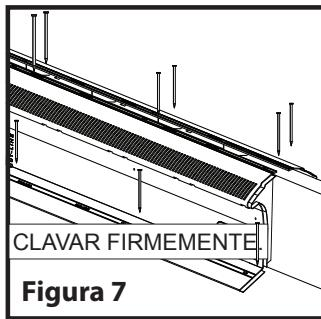
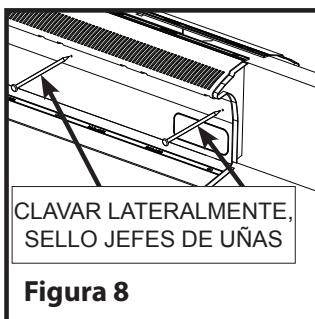

Figura 7
Figura 8
4. La salida de ventilación TRV-4 tiene pestanas de alineación en cada extremo (hembra y macho). (véase la Figura 7) Dejar una separación de $\frac{1}{8}$ " entre salidas de ventilación para dar lugar a la dilatación en días muy calurosos. (véase la Figura 8) Aplicar sellante a cada unión a tope. Para facilitar la instalación y la alineación, es recomendable comenzar y terminar un lado de la cumbre y luego comenzar desde el otro lado en sentido contrario. Esto facilitará la alineación de las salidas de ventilación TRV-4 y evitará las fugas.